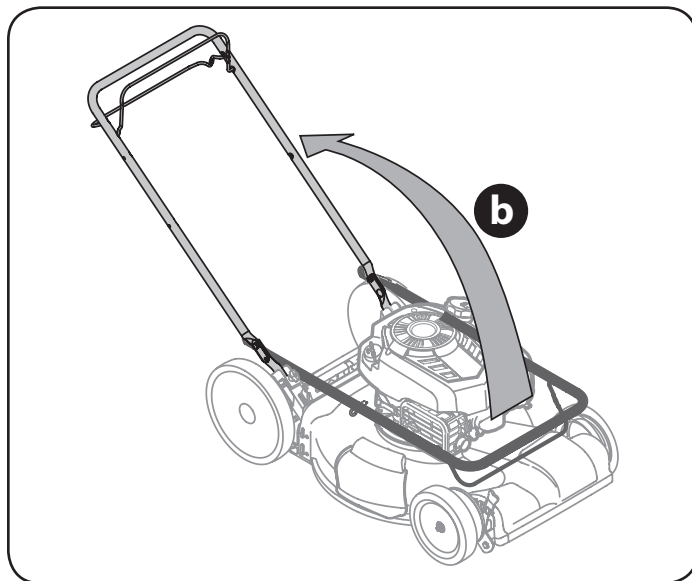

Figura 2
- b. Si bien la estabilización de cortacésped por lo que no se mueve, pivote esa superior como se muestra en la Figura 2. No engarzado cable mientras levanta la palanca hacia arriba.